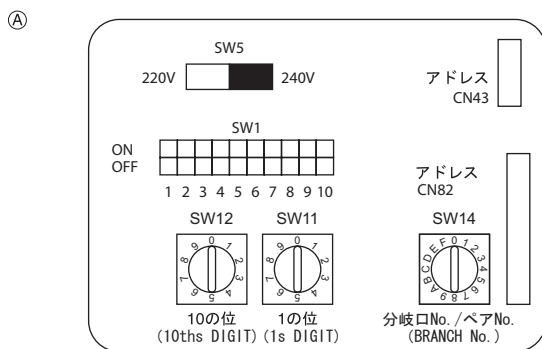

Fig. 5-5
5.5. Adressen einsetzen (Fig. 5-5)